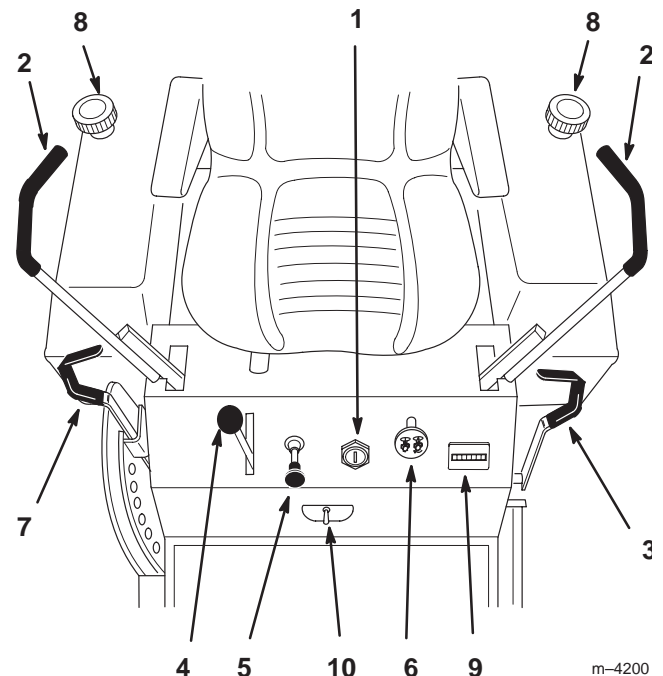

Abbildung 1
Machen Sie sich mit allen Bedienungselementen vertraut (Abb. 1), bevor der Motor gestartet und das Gerät eingesetzt wird.
1. Die Bedienungshebel (Abb. 1) nach außen auf Neutralsperrenposition stellen.